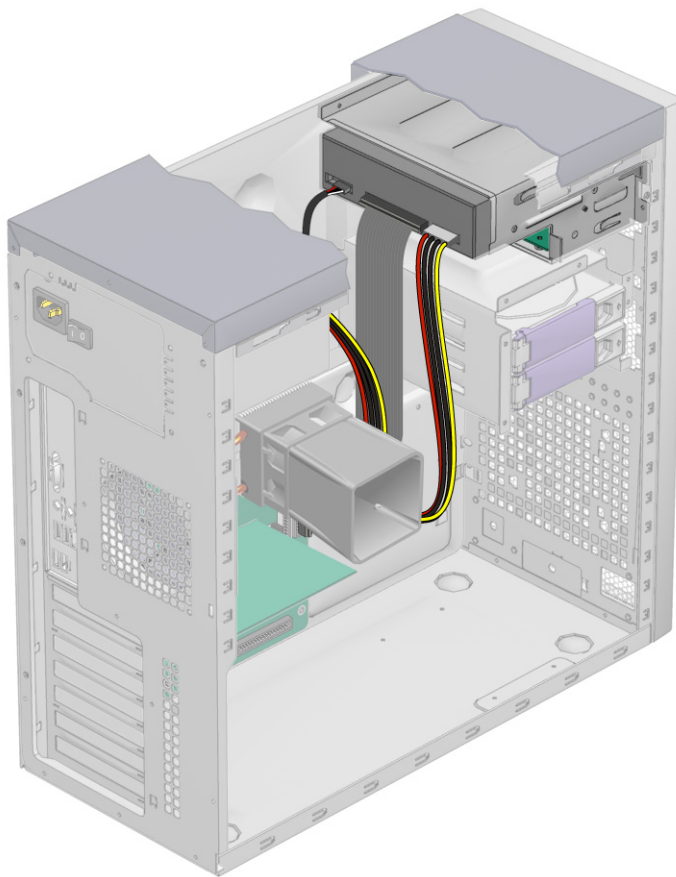

图 4-12 电源电缆和 IDE 线缆的位置
6. 将 IDE 线缆、电源电缆和跳线线缆连接到 DVD 光盘驱动器的背面（参见图 4-12）。有关正确布设线缆的信息，请参阅机箱侧面维护标签上的布线示意图。